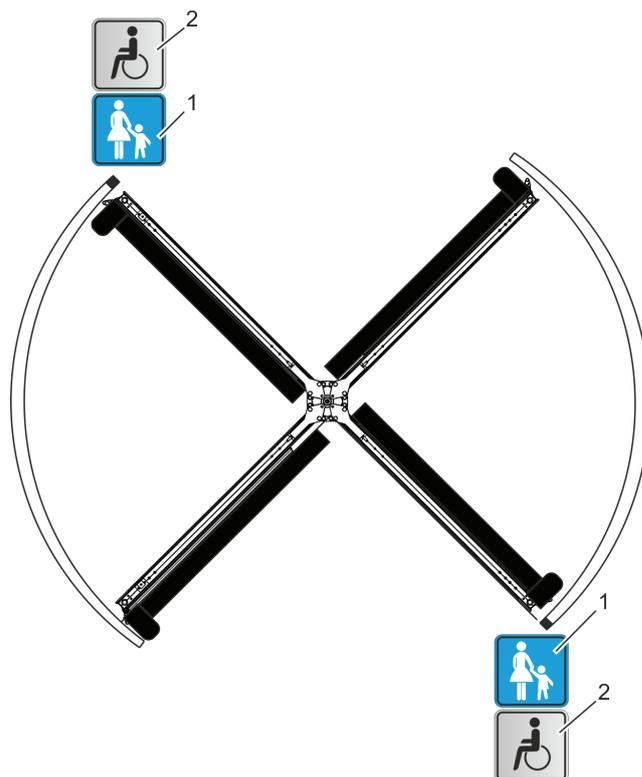

Рис. 23 Общее изображение маркировки/ табличек с инструкциями
- Нужно держать детей за руку (рис. 23/1)
- Кнопка для пропуска инвалидов* (рис. 23/2)